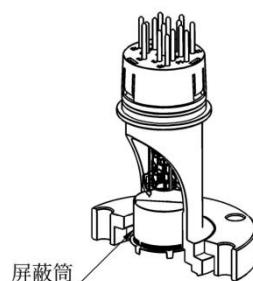

图 4-5
3. 在 PVD 炉、热处理炉、烧结炉等真空炉中背景气体复杂，有气相沉积物、有诸如卤素等各种污染物，建议使用屏蔽加强型号，或者单独配置屏蔽筒（如图 4-5）。